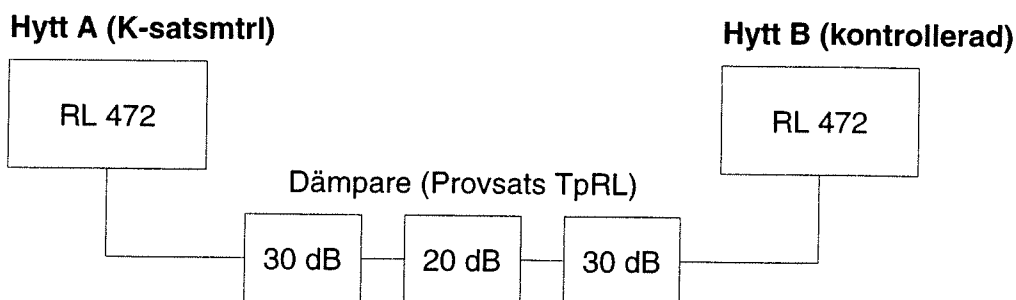

Bild 3. Systemuppkoppling av RL-47-stråk.
- Utför systemkontroll av RL 47 genom att koppla ihop två RL 472 med varandra via koaxialkablar och dämpare från Provsats TpRL enligt bild 3 nedan.